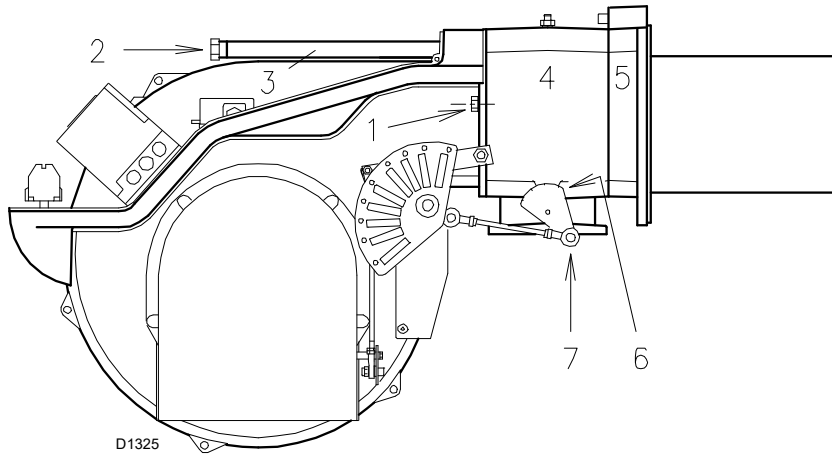

Fig. 16
- introducir el cable de la sonda y el cable del electrodo y deslizar el quemador hasta el manguito, hasta que alcance la posición indicada en la Fig. 16;